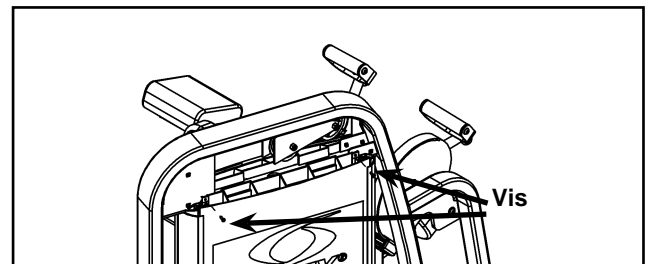

Figure 4
- G. Retirez les deux vis supérieures qui fixent le capot arrière. Reportez-vous à la figure 4.